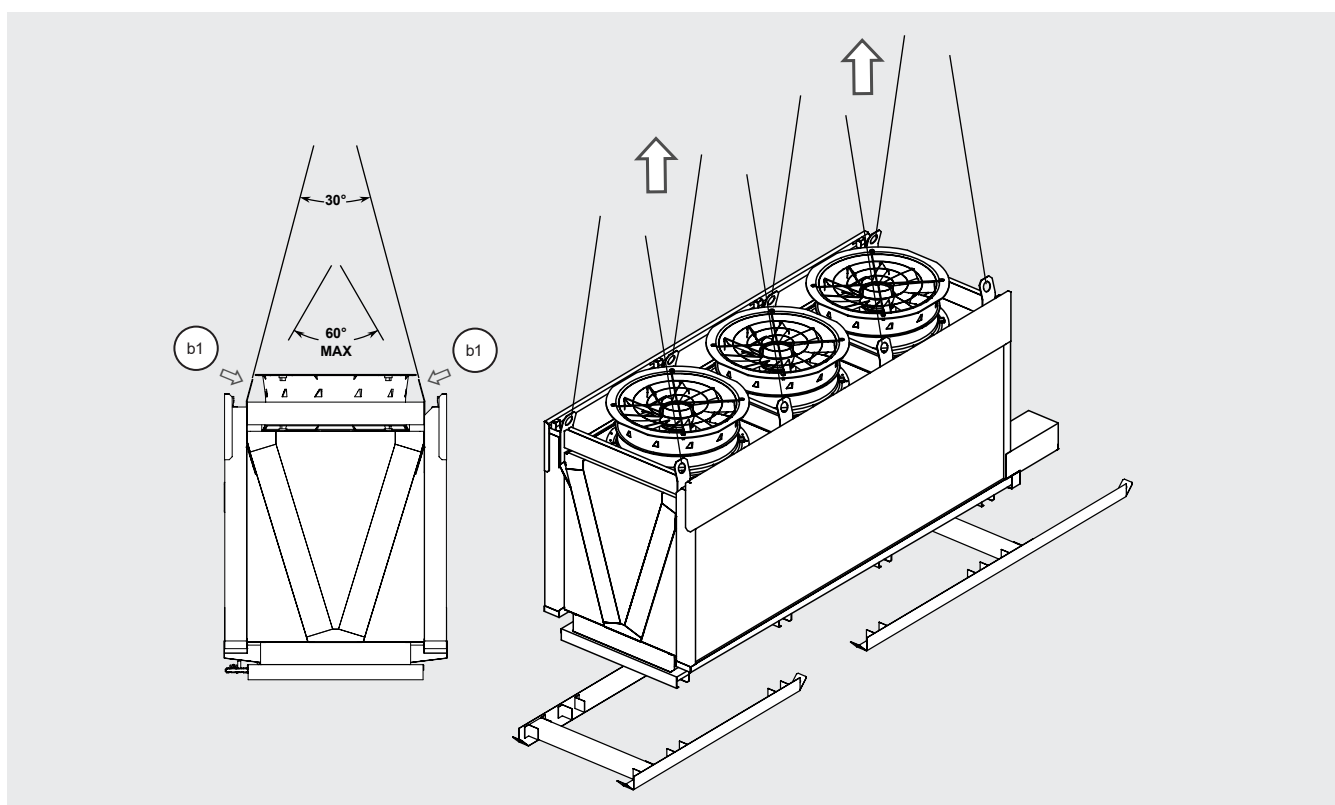

Figura 7
- 5.8 Fije la grúa a los puntos de elevación (b1), levante el modelo y colóquelo en su ubicación definitiva. Utilice todos los puntos de elevación. ver la Figura 7.